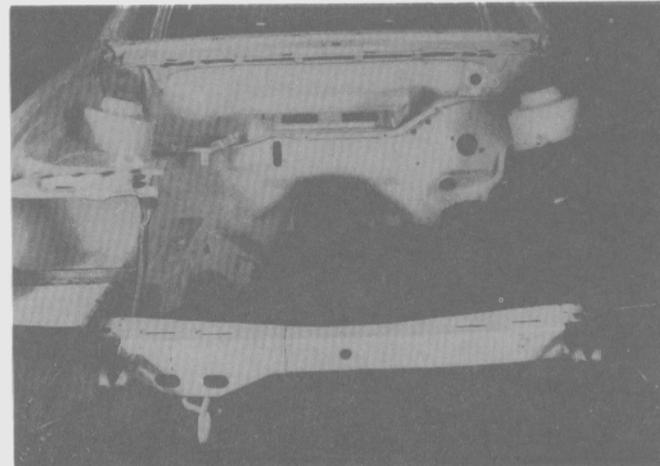

Fig. 124
- Alinear el nuevo travesaño y sujetarlo con pinzas y tornillos (Fig. 124).